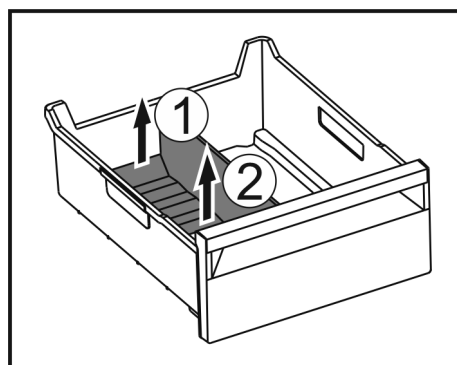

Fig. 192
- Hinteren Teil des Eisfach-Trenners anheben. Fig. 192 (1)
- Eisfach-Trenner nach oben entnehmen. Fig. 192 (2)